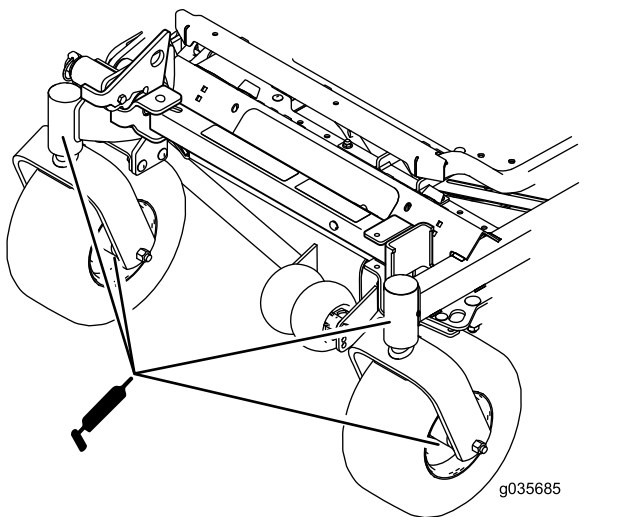

Figura 52
12. Instale el tapón hexagonal y la tapa (Figura 52).